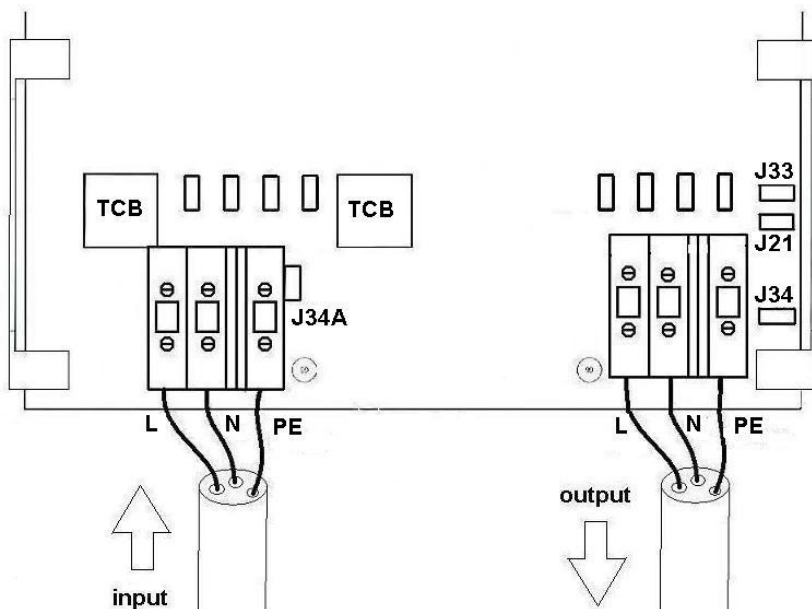

Figure 1 : bornes d'entrée et de sortie
2.1 Connexion (voir la figure 1)